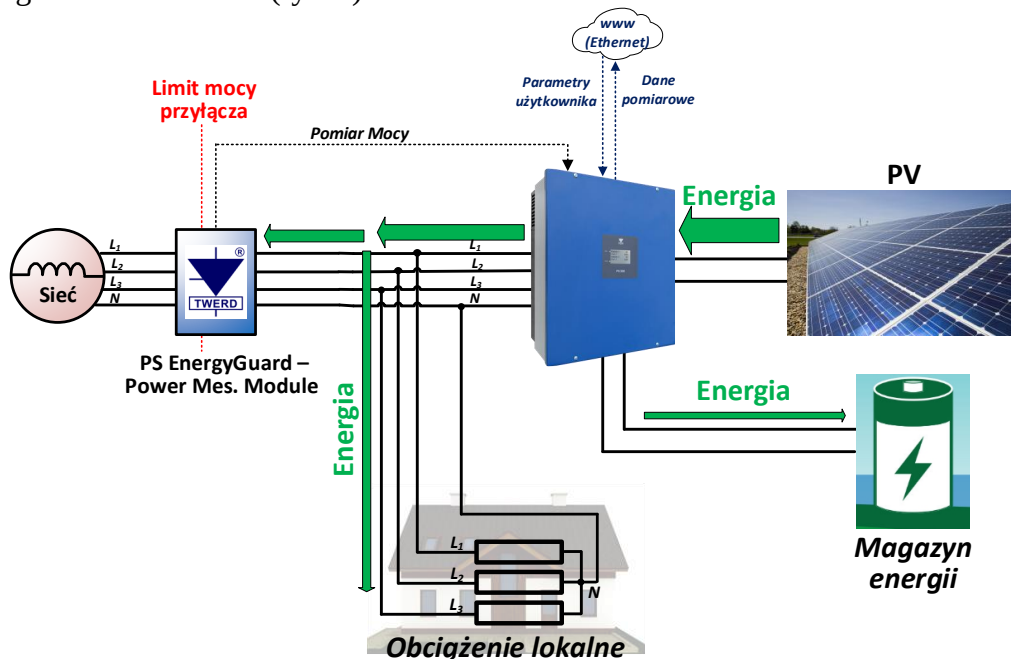

Rys. 3. Konfiguracja systemu w trybie „on-grid” umożliwiająca minimalizację poboru energii elektrycznej w oparciu o odczyty PS Energy Guard
- b. Minimalizacja zużycia energii elektrycznej – w tym trybie monitorowany jest poziom energii pobieranej z sieci, a system zarządzany jest w taki sposób, aby w miarę dostępnej energii z OZE (i baterii) minimalizować zużycie energii z sieci elektroenergetycznej. Konfigurację takiego systemu przedstawiono na rys. 3. Układ może zostać rozszerzony w moduł magazynu energii. Konfigurację takiego systemu przedstawiono na rys. 4. W takim układzie magazyn energii pełni rolę bufora, do którego przekazywany jest nadmiar energii pochodzącej z instalacji PV lub który zasila obciążenie lokalne w chwilach zwiększonego zapotrzebowania.